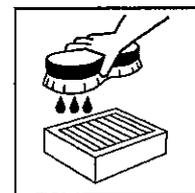

Fig. 26
- Indicateur de nettoyage (fig. 26)